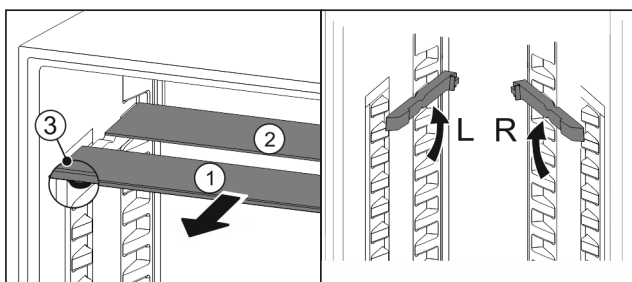

Fig. 19
- ▶ Skleněné desky jednotlivě vytáhněte dopředu Fig. 19 (1).
- ▷ Skleněná deska Fig. 19 (1) s ozdobnou lištou leží vpředu.
- ▷ Zářky Fig. 19 (3) směřují dolů.